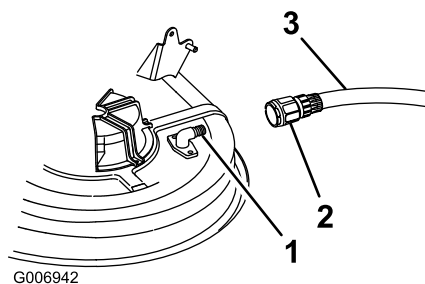

Figura 34
4. Conecte el acoplamiento (no suministrado) al conector de lavado del cortacésped, y abra el grifo al máximo (Figura 34).